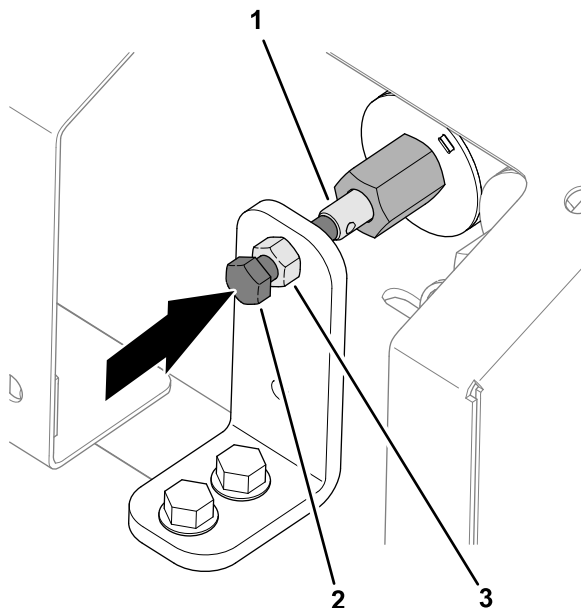

Figura 31
1. Afloje la contratuerca en el soporte de anulación manual (Figura 31).
2. Gire el tornillo de cabeza hexagonal de la anulación de la válvula en sentido horario para aumentar la velocidad del suelo (Figura 31).